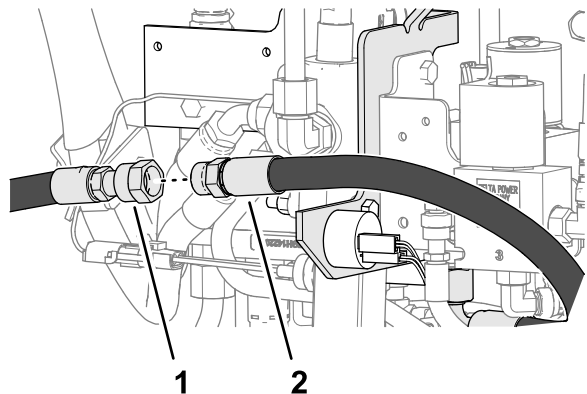

Figura 26
- 2. Monte el acoplamiento recto de la manguera de 41,9 cm al acoplamiento de la manguera que marcó con la palabra “Bomba” (Figura 26).